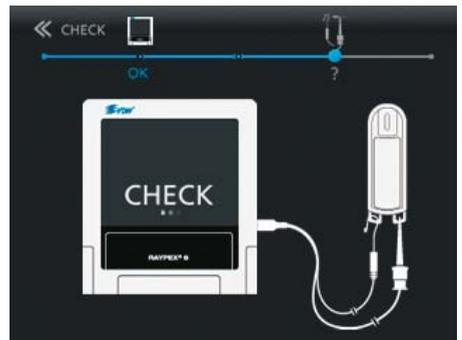

Рис. 33. Подключение зажима для файла и губного электрода к контрольному штекеру
- Установка этой варьируемой апикальной линии в предпочтительную позицию, например, на последнюю зеленую полосу (рис. 33).
- Соедините зажим для файла и губной электрод (или второй зажим для файла) с контактными переключками контрольного штекера, как показано на дисплее (рис. 33).